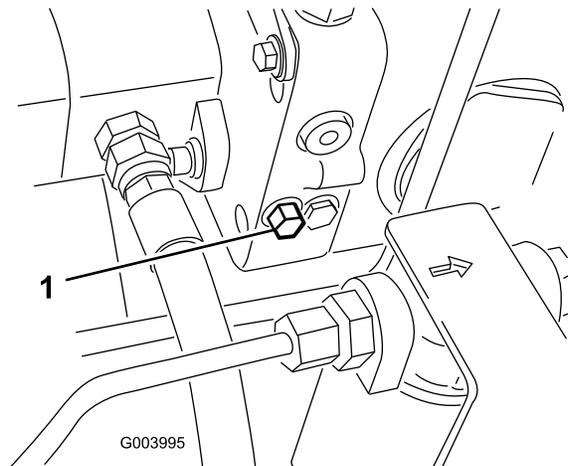

Figura 68
1. Rode o parafuso da válvula de derivação 1-1/2 voltas para abrir para permitir a passagem do óleo internamente (Figura 68).